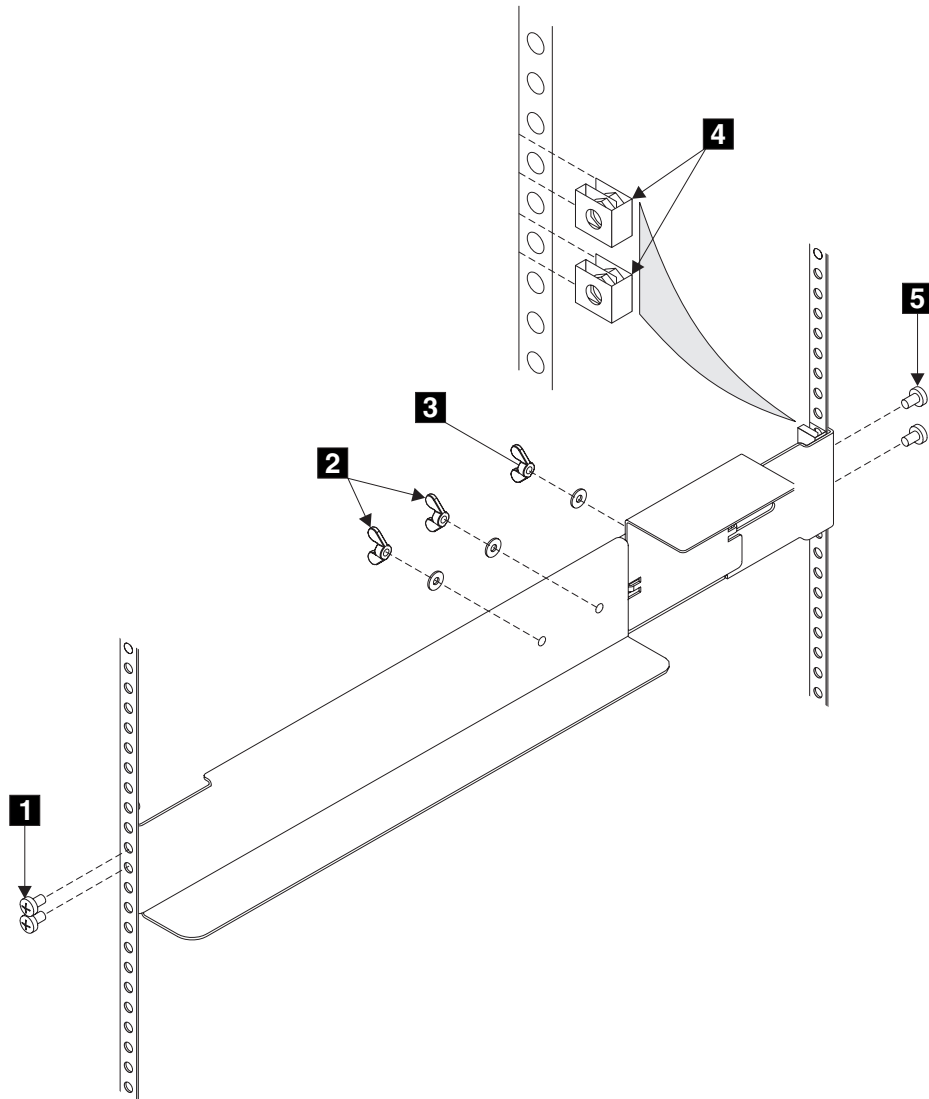

図 184. 2145 UPS 用サポート・レールのラックへの取り付け
1. ナット・クリップ **4** をラックに取り付けます (456 ページの図 184 を参照)。これらのナット・クリップは、サポート・レール・フランジの 2 番目と 4 番目の穴に位置が合っている必要があります。